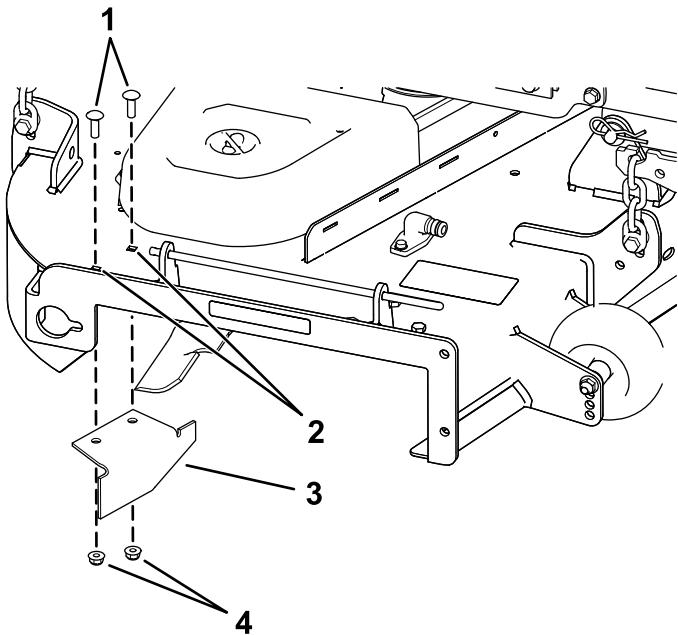

Figure 19
14. Localisez le déflecteur d'ouverture dans le sachet des pièces détachées, retirez les fixations des trous arrière de la plaque d'éjection et fixez le déflecteur sur l'ouverture d'éjection latérale du plateau de coupe (Figure 19).